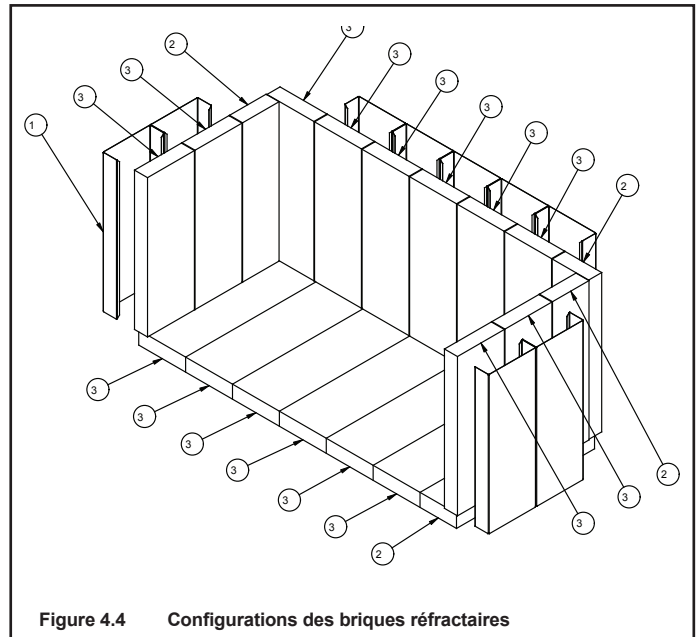

Figure 4.4 Configurations des briques réfractaires
- Retirez le nouveau jeu de briques de la boîte et disposez-le selon le schéma illustré à la figure 4.4.